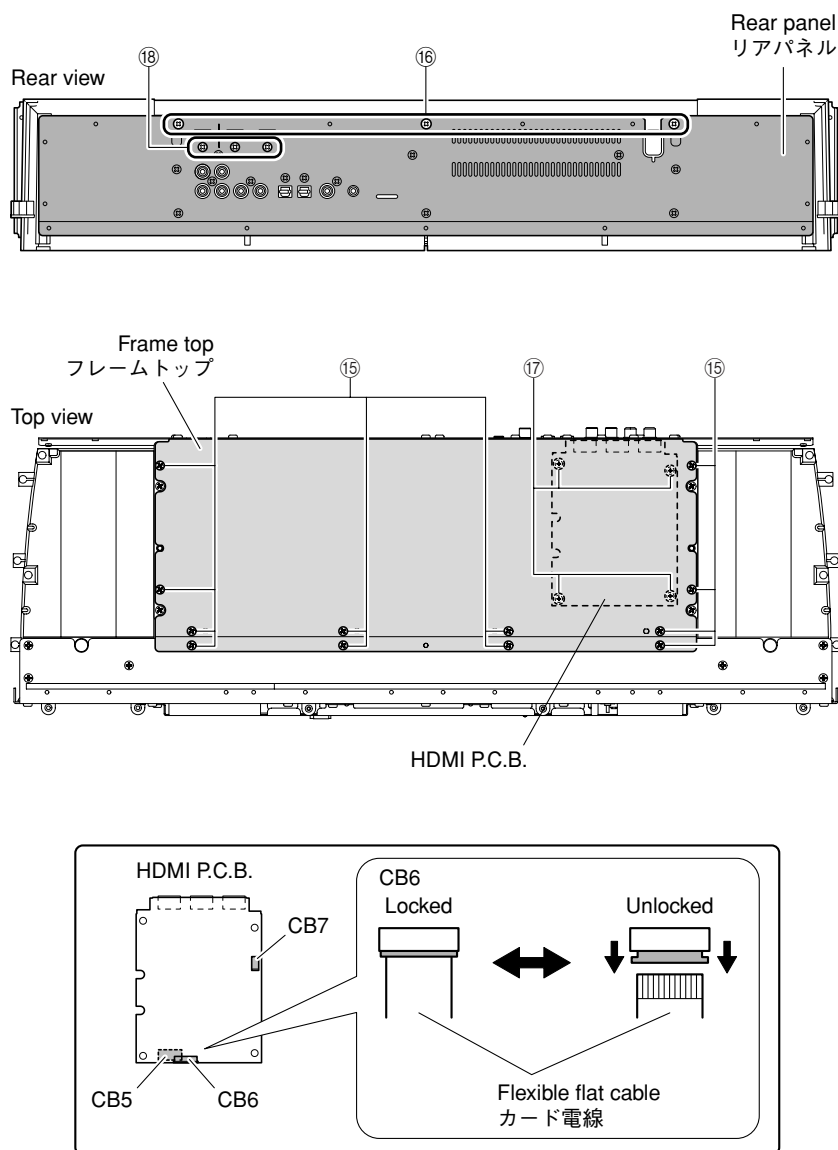

Fig. 4
- Remove 12 screws (15). (Fig. 4)
- Remove 3 screws (16). (Fig. 4)
- Remove the frame top. (Fig. 4)
- Remove 4 screws (17) and 3 screws (18). (Fig. 4)
- Remove CB5 and CB7. (Fig. 4)
- Release the lock and remove CB6. (Fig. 4)
- Remove HDMI P.C.B.. (Fig. 4)
- ⑮のネジ12本を外します。(Fig. 4)
- ⑯のネジ3本を外します。(Fig. 4)
- フレームトップを取り外します。(Fig. 4)
- ⑰のネジ4本、⑱のネジ3本を外します。(Fig. 4)
- CB5、CB7を外します。(Fig. 4)
- ロックを外し、CB6を外します。(Fig. 4)
- HDMI P.C.B.を取り外します。(Fig. 4)